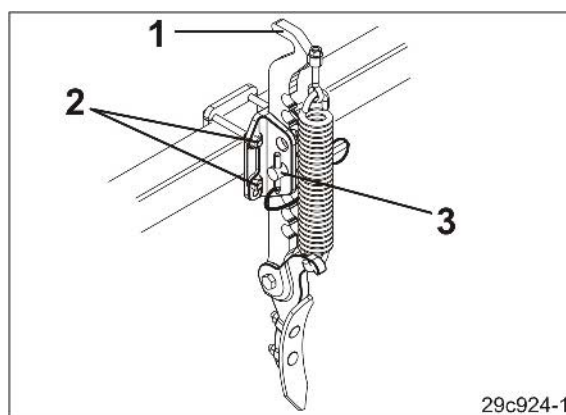

図 167
1. トラクタータイヤ跡消しのグリップ (図 167/1) をつかみます。
2. ねじ (図 167/2) を外し、トラクターのタイヤ跡消しを水平に設定します。
3. ねじ (図 167/2) を締め付けてください。
2. ピン (図 167/3) を外し、トラクターのタイヤ跡消しを垂直に設定します。
3. 調節後、ピン (図 167/3) をリンチピンで固定します。